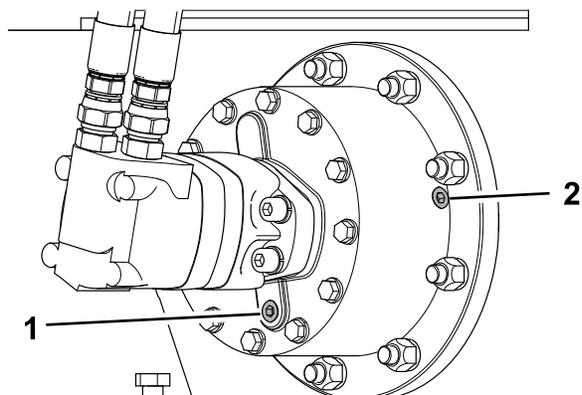

Рисунок 10
3. Снимите пробку верхнего сливного отверстия, находящегося в положении «3 часа» на планетарном редукторе, рядом с пластиной быстроразъемного соединения (Рисунок 10).
3. Снимите пробку нижнего сливного отверстия, находящегося в положении «6 часов» на планетарном редукторе, и слейте масло (Рисунок 10).